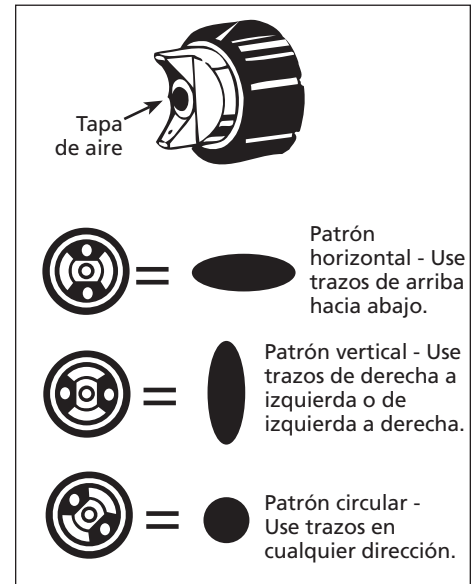

Figura 9 - Cómo regular el patrón de rociado
- Para regular el patrón de rociado, gire el tapón de aire a la posición del patrón deseado (ver Figura 9).